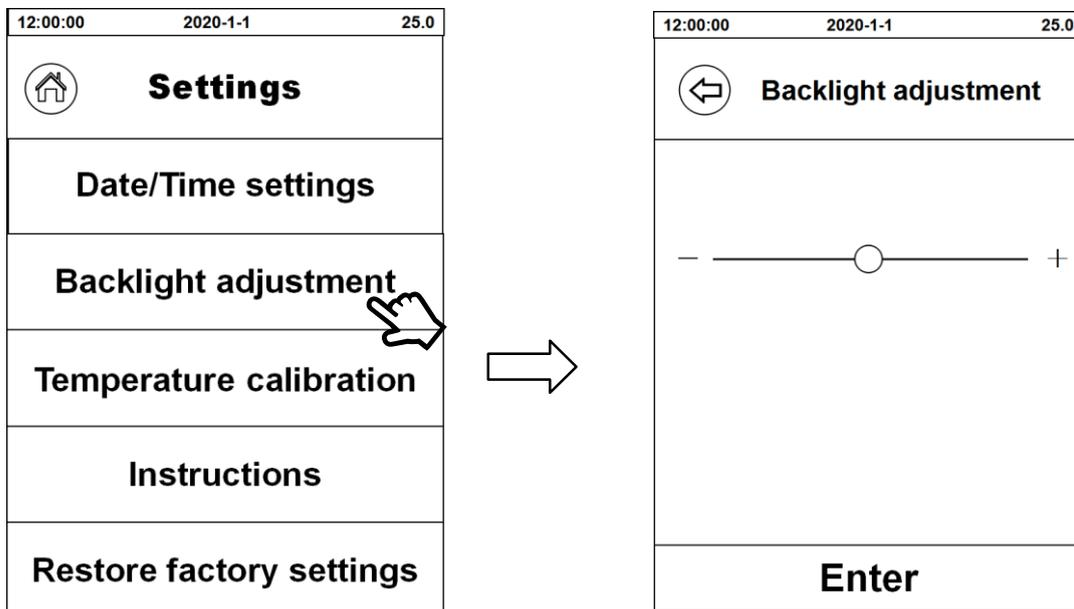

Fig. 11
- 2) Backlight adjustment (Ajuste de la luz de fondo): Haga clic "Backlight adjustment", y ajuste el brillo de la pantalla mediante "-" "+" en ambos extremos de la barra indicadora o arrastrando directamente el botón de ajuste circular. (Fig. 11).